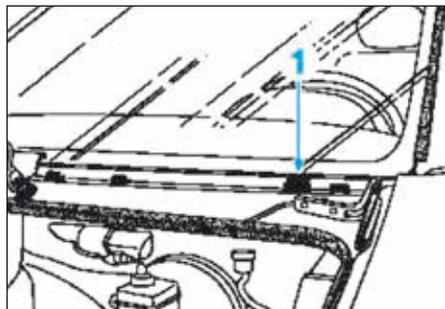

FIG.1
- les cales de maintien (1) du pare-brise (Fig.1).